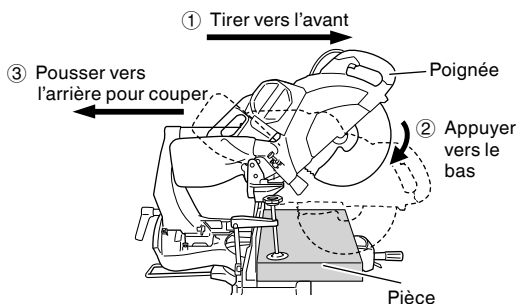

Fig. 28
Puis, appuyer sur la poignée et ramener la lame vers l'arrière pour couper la pièce comme indiqué à la Fig. 28. Cela facilitera la coupe des pièces d'une hauteur allant jusqu'à 4-3/16" (107 mm) et d'une largeur allant jusqu'à 12-1/4" (312 mm).
**⚠ AVERTISSEMENT:** \* Lors d'une coupe avec chariot, procéder comme indiqué à la Fig. 28.